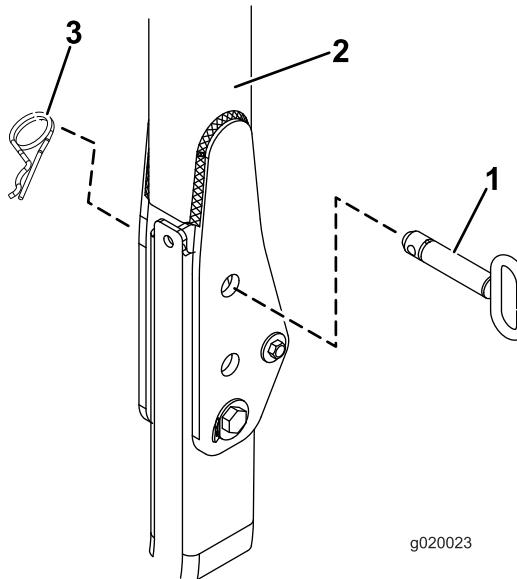

Рисунок 26
- Для тяговых блоков **Reelmaster 3555 и 3575**: перейдите к пункту 10. На всех остальных моделях установите защитную дугу в поднятое положение, удалите игольчатые шплинты и два штифта (Рисунок 26).